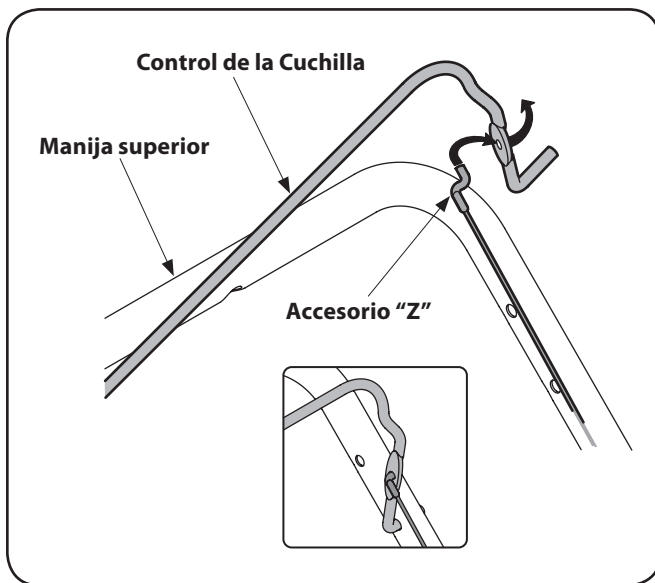

Figure 3-9
- Para facilitar el acoplamiento del accesorio Z, quite temporariamente el lado izquierdo del control de la cuchilla como se muestra en Figure 3-9.
2. Tire hacia arriba del extremo Z del cable de freno y enganche en el control desde el interior hacia el exterior. Vea Figure 3-9.